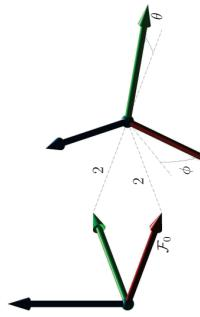

FIGURE 6.3 – Exercice 6.1(b).
- (b) Dans le cas des deux référentiels montrés à la figure 6.3, trouver les matrices homogènes de transformation de base permettant de calculer  $\mathbf{H}_1^0$ .